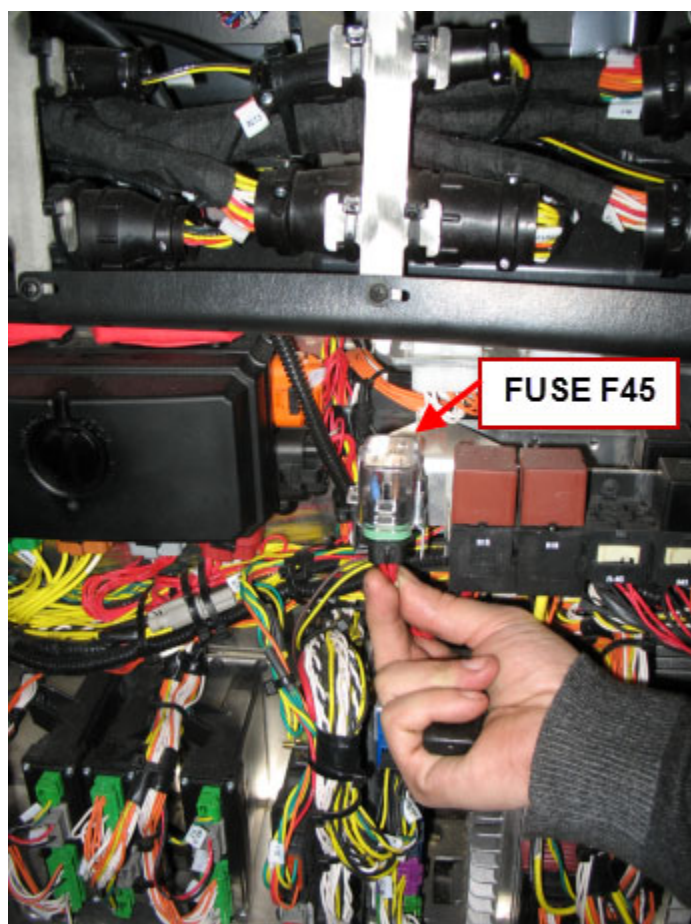

FIGURE 3: FUSIBLE F45
- 4) Dans le compartiment électrique avant, retirer le fusible F45 pour couper l'alimentation électrique au panneau de commande AFSS (voir FIGURE 3).